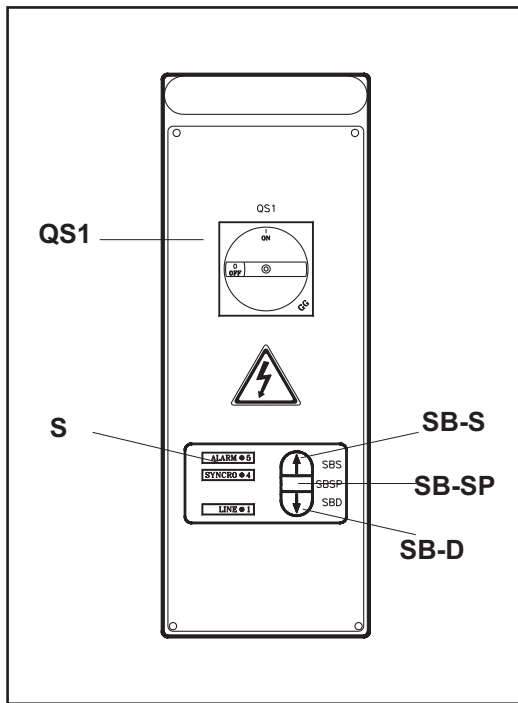

Fig.53 - Abb.53
3) Refermer la porte du coffret électrique, tourner l'interrupteur (IG, fig. 53) sur la position 1 et actionner le poussoir de montée (rep. PI, fig. 53). En cas de descente des chariots, inverser deux des fils de l'alimentation électrique.
3 - Den Deckel der Schalttafel schließen, den Hauptschalter (QS1, Abb. 53) auf 1 stellen, den Aufstiegsdruckknopf (Vgl. SB-S, Abb. 53) betätigen und -falls die Schlitten absteigen sollten- die beiden Speisephasen umkehren.
3) Cerrar la puertecita del cuadro eléctrico, poner el interruptor general (QS1, Fig. 53) en la posición 1, pulsar el botón de subida (ref. SB-S, Fig. 53) y, en caso de que los carros bajasen, invertir las 2 fases de alimentación.
I comandi del sollevatore sono i seguenti (fig.53):
The lift commands include (fig.53) :
Les commandes de l'élevateur comprennent (fig.53) :
Die Hebebühne verfügt über folgende Steuerungen (abb.53) :
Los mandos del elevador son los siguientes (fig.53) :
Le segnalazioni, date dai led sul pannello (rif. S in fig.53) possono essere le seguenti: